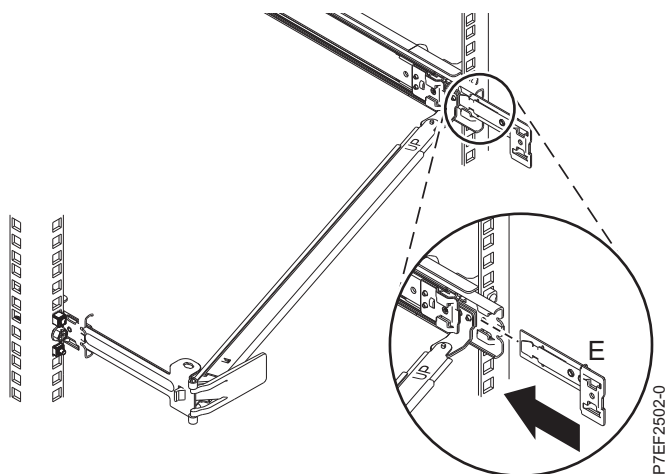

Figura 13. Instalando o suporte de extensão no trilho deslizante
5. Deslize o suporte de extensão (**E**) para o trilho deslizante da direita até que o pino com molas se encaixe no lugar. Para obter detalhes, consulte Figura 13.